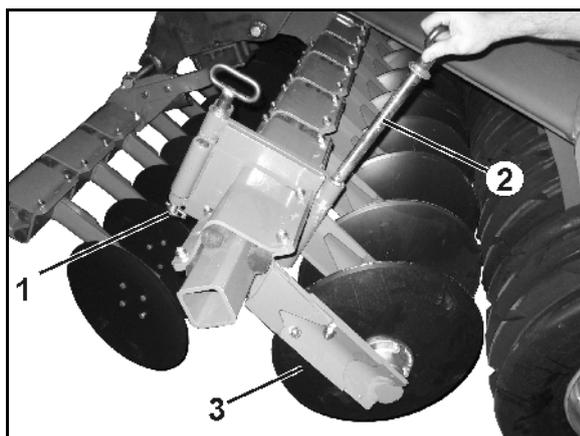

Fig. 72
9.1 Soltar el pasador clavija (Fig. 72/1).
9.2 Extraer el perno de fijación (Fig. 72/2).
9.3 Desplegar hacia abajo el disco lateral (Fig. 72/3) y fijarlo en esa posición con el perno.